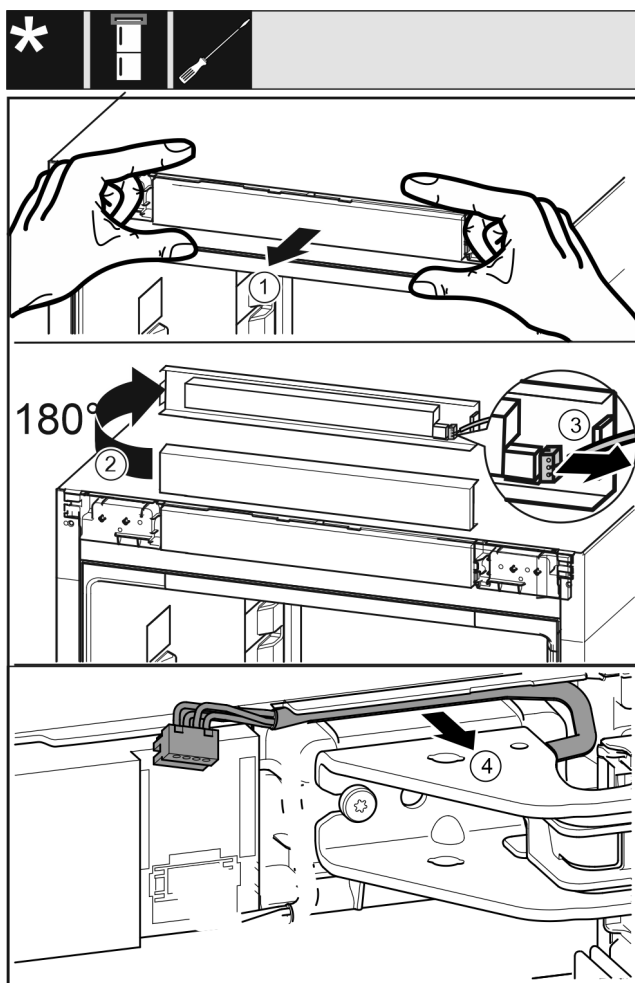

Fig. 20
- Løsn forsigtigt betjeningspanelet Fig. 20 (1) fremad.
- Drej betjeningspanelet Fig. 20 (2) 180° opad.
- Tryk låsetappen Fig. 20 (3) bagud, og træk forsigtigt stikket ud.
- Løsn forsigtigt kablet Fig. 20 (4) og hængslet fra føringen.